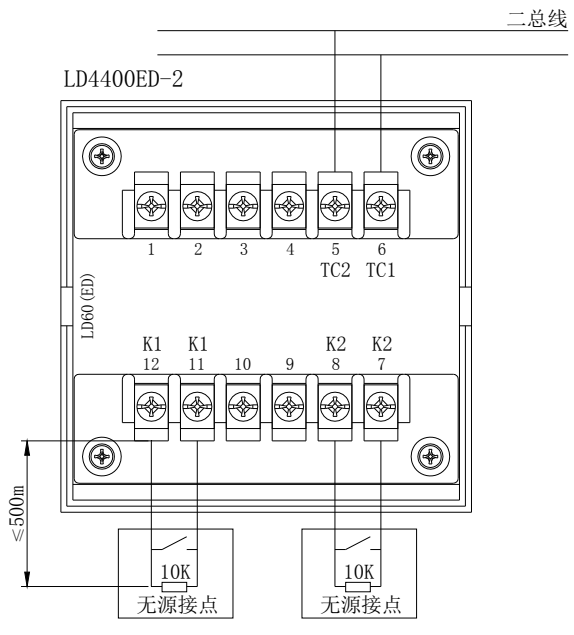

图 4-2
- ★ 接线：剪、剥导线后按照接线图和端子图将TC二总线与相应端子正确连接，并且模块输入线末端（远离模块端）并联2个10KΩ的终端电阻（具体接线参照图4-2接线图）。